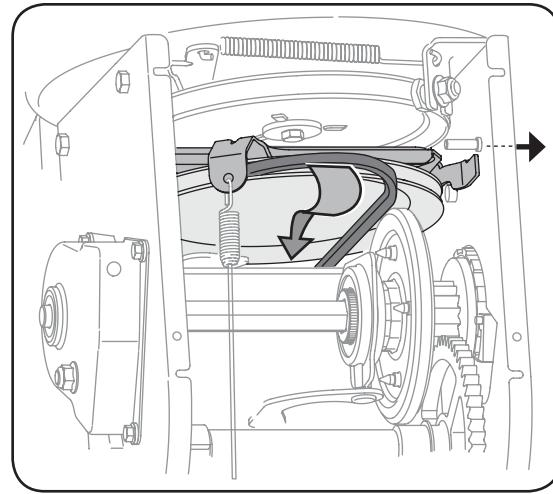

Figure 6-10
5. Dégagéz la courroie de transmission de la poulie et de la roue de rottement. Voir la Figure 6-10.
6. Dégagéz la courroie de transmission de la poulie et de la roue de rottement. Voir la Figure 6-10.